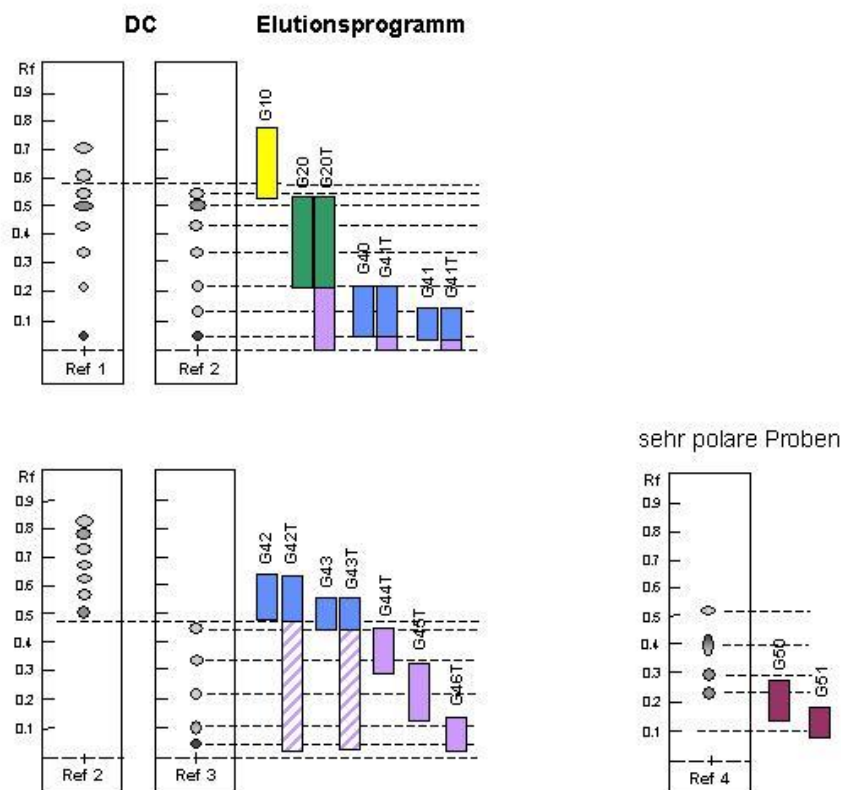

Fig. 1 TLC Zuordnungsschema
2. 1 Satz (12 Gradiententypen), von Gradientenprogrammen, vgl. Fig. 1